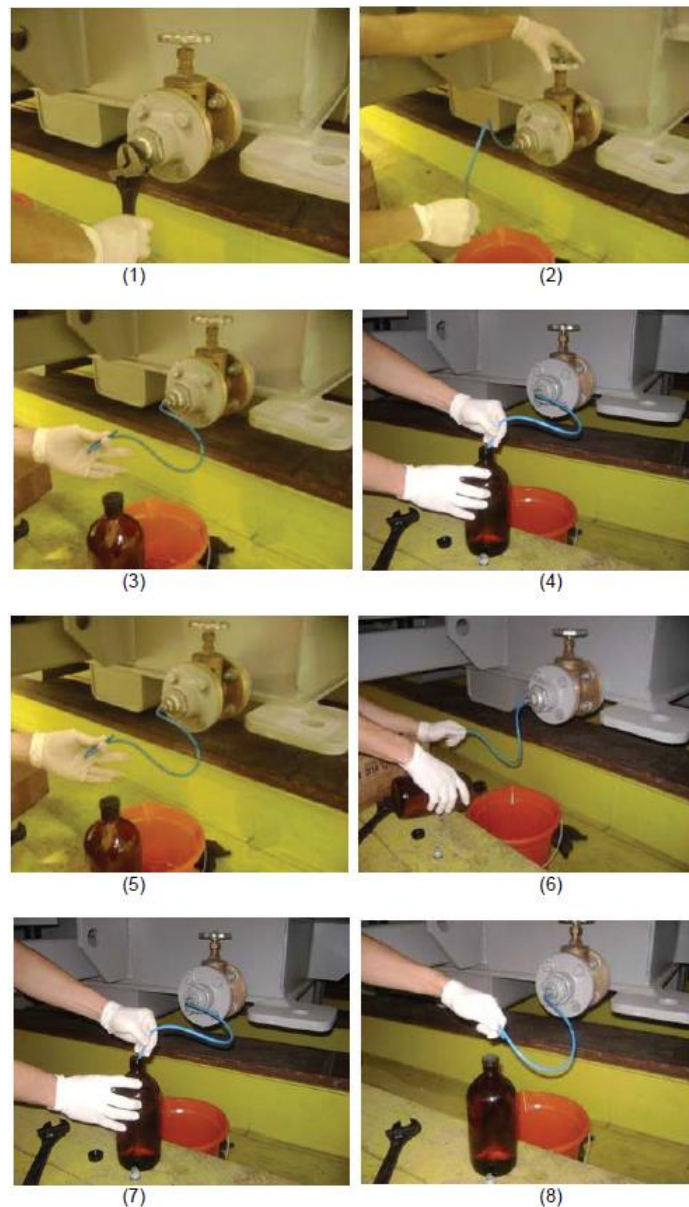

Figura 45 - Sequência de coleta com frasco
- a) Observar a coleta na sequência de 1 a 8 na **Figura 45**;
- i) Identificar o frasco conforme indicado no item 8.5 e enviar a um laboratório qualificado.